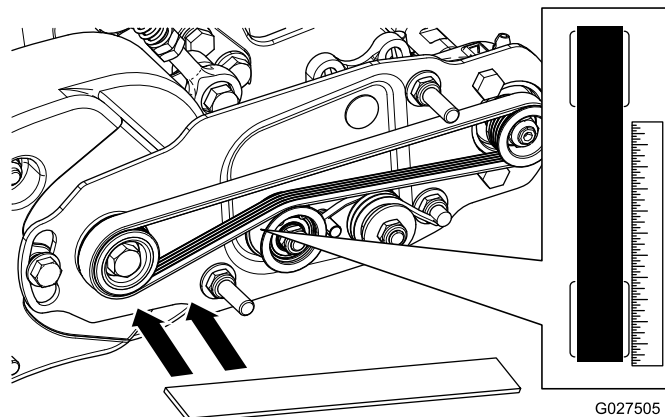

Рисунок 15
- Установите проверочную линейку на наружную поверхность **ведущего** шкива (Рисунок 15). **Не** устанавливайте проверочную линейку одновременно на ведущий и ведомый шкивы.